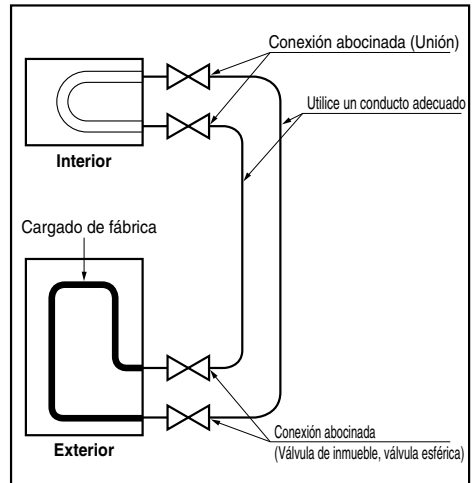

**Fig.1 Emplazamientos típicos del controlador remoto**
- Este mando a distancia está equipado con una pantalla LED de siete segmentos. Para la correcta visualización de los LEDs del controlador remoto, este debe ser correctamente instalado, como muestra la Fig. 1. (La altura estándar es de 1,2~1,5 m desde el nivel del suelo.)